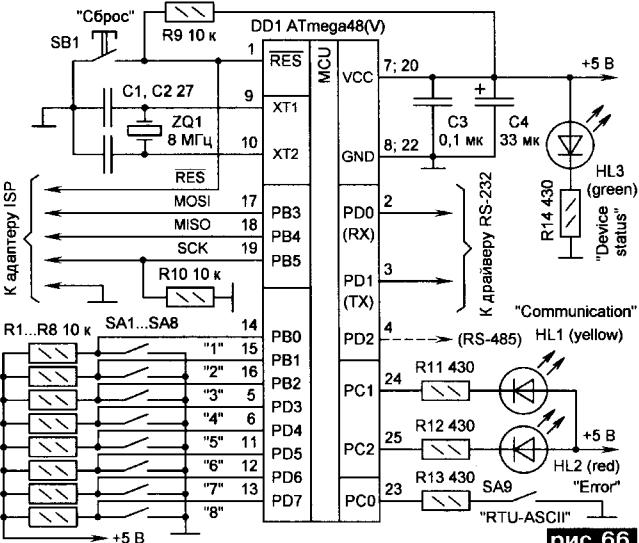

рис.66
6) Составление электрической схемы устройства. На **рис.66** показана схема, по логике построения совпадающая с **рис.15** (PA4/2008) и **рис.22** (PA5/2008). Из новинок — переключатель SA9, замкнутое положение которого означает режим «RTU», разомкнутое — «ASCII». Светодиоды HL1-HL3 добавлены согласно рекомендациям «Modbus-ID». Из них HL1 (обязательный) определяет моменты передачи/приема данных по сети, HL2 (рекомендуемый) — засвечивает ошибки и сбои, HL3 (не обязательный) индицирует наличие напряжения питания.